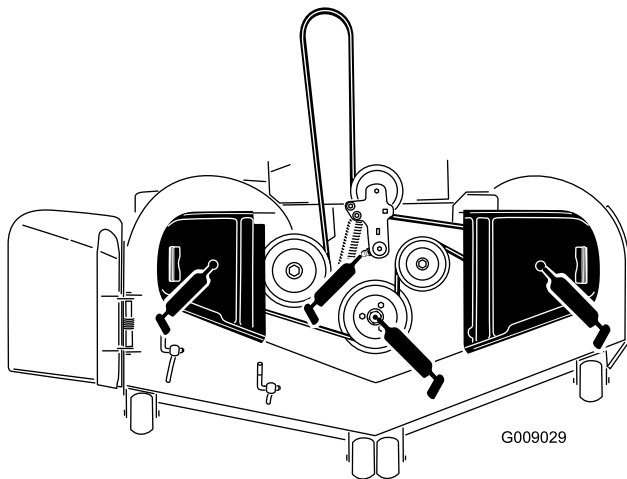

Bild 43
- Fetten Sie das Drehgelenk der Mähwerkspannscheibe ein, bis Schmiermittel unten austritt (Bild 43).
- Fetten Sie die Schmiernippel oben an den drei Spindellagern ein, bis das Schmiermittel austritt (Bild 43).